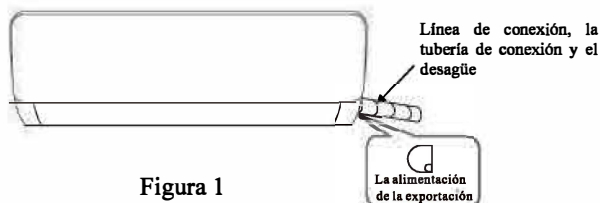
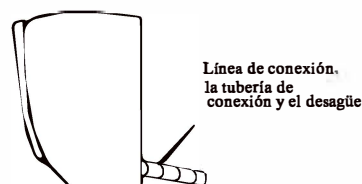

Figura 1
Figura 2
1. De acuerdo con la posición relativa del cuerpo de la máquina, pueden elegir que la línea de tubería sale desde izquierda hasta derecha( figura 1) o sale verticalmente detrás del cuerpo de la máquina( figura 2)( la forma concreta de la tubería de salida necesita determinarse de acuerdo con la longitud de tubería de la máquina). La tubería de salida desde izquierda hasta derecha se necesita cotar la alimentación de la exportación correspondiente